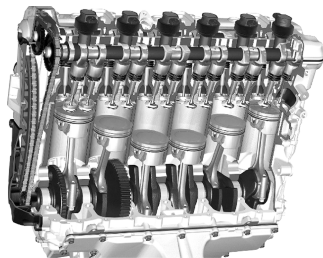

图 1-26 直列式
(1) **直列式** 如图 1-26 所示, 其机体的宽度小而高度和长度大, 一般只用于六缸以下的发动机。六缸直列式发动机的平衡性最好, 发动机工作时不产生振动。